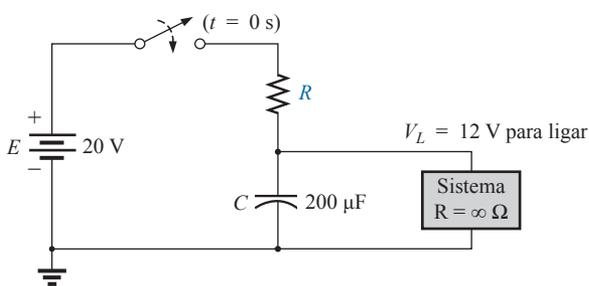

Figura 10.106 Problema 35.
- *35. Projete o circuito na Figura 10.106 de tal maneira que o sistema ligue 10 s após a chave ser fechada.